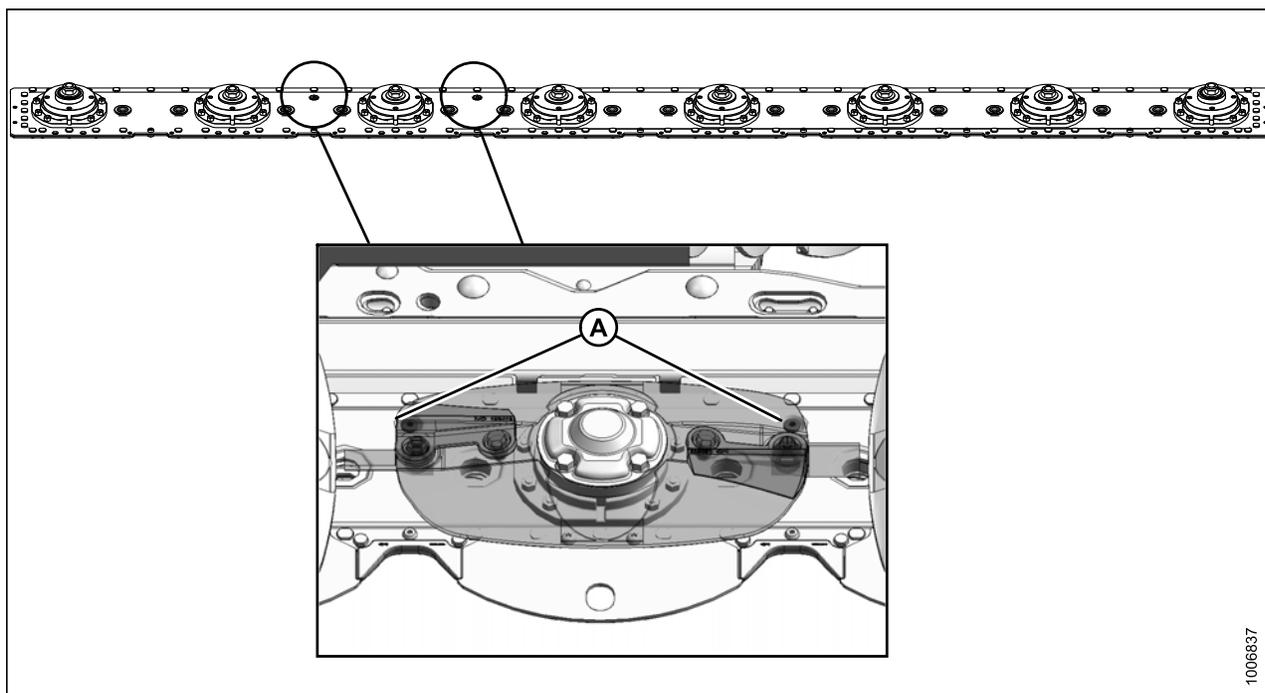

图 5.8: 割刀座加油口塞位置
11. 找到沿割刀座顶部的两个加油口塞中的一个。请参见图 5.8: 割刀座加油口塞位置, 页码 111。